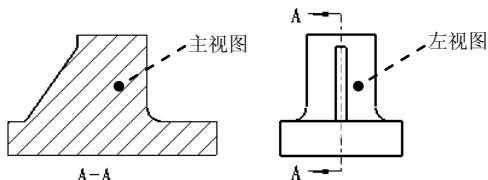

图 3.11.15 创建剖面视图
(1) 在图形区双击主视图，在系统弹出的“绘图视图”对话框的 **类别** 区域中选取 **截面** 选项，在 **截面选项** 区域中选中 **2D 横截面** 单选项；将 **模型边可见性** 设置为 **总计**；然后单击 **+** 按钮，在 **名称** 下拉列表选取 **剖截面 A** 选项（A 剖截面在零件模型环境中已创建），在 **剖切区域** 下拉列表选取 **完整** 选项，单击 **确定** 按钮，主视图的剖面视图创建完成。
(2) 添加箭头。在图形区选取主视图，然后右击，在系统弹出的快捷菜单中选中 **添加箭头** 命令，单击左视图放置剖面箭头，结果如图 3.11.15 所示。